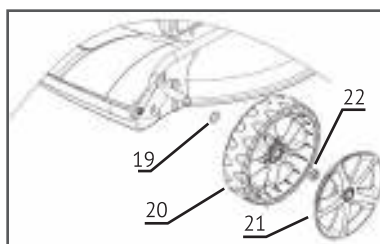

Рис.5
При помощи шайб (19) и гаек (22) закрепите колёса (20) на осях и защёлкните внешнюю крышку колёс (21), как показано на Рис. 5.